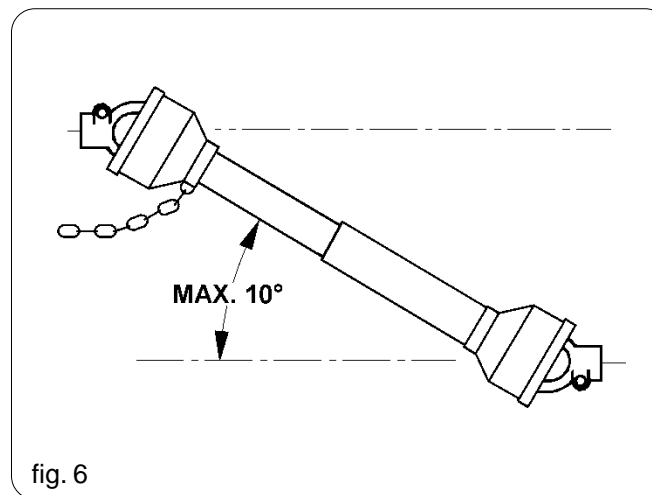

fig. 6
- 47) Disinserire, sempre, la presa di forza quando l'albero cardanico fa un angolo troppo aperto (mai oltre i 10 gradi - Fig. 6) e quando non viene usata.
- 47) *Always disconnect the power take-off when the Cardan shaft is at too wide an angle (never more than 10° - Fig. 6) and when it is not being used.*
- 47) Die Zapfwelle immer ausschalten, wenn die Kardanwelle einen zu großen Winkel einnimmt (nie über 10 Grad – Abb. 6) und wenn sie nicht gebraucht wird.
- 47) *Débrayer toujours la prise de force quand l'arbre à cardans est trop ouvert (jamais plus de 10 degrés - Figure 6) et quand la prise de force n'est pas utilisée.*
- 47) Desactivar, siempre, la toma de fuerza cuando el árbol cardán realiza un ángulo demasiado abierto (nunca por encima de los 10 grados Fig. 6) y cuando no se utiliza.